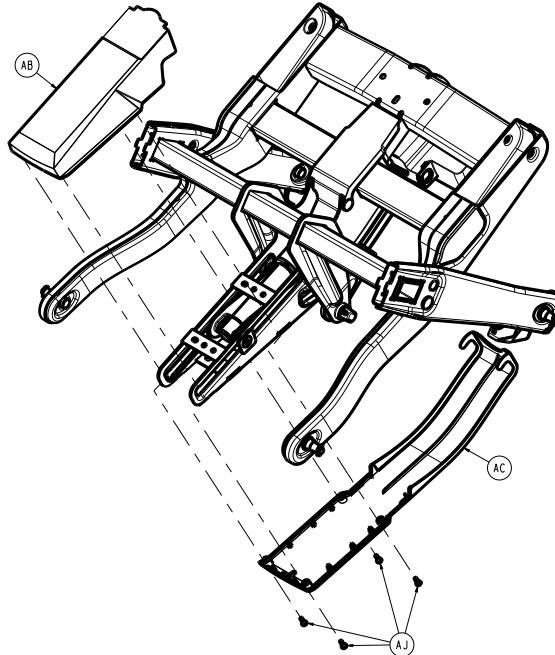

Figure 46 – Retrait des couvercles de l'élévateur
4. À l'aide d'un tournevis Torx T20, retirer les quatre vis (AJ) qui fixent ensemble le couvercle inférieur du bras élévateur (AC) et le couvercle supérieur du bras élévateur (AB) (Figure 46). Retirer et conserver les couvercles. Conserver les vis.